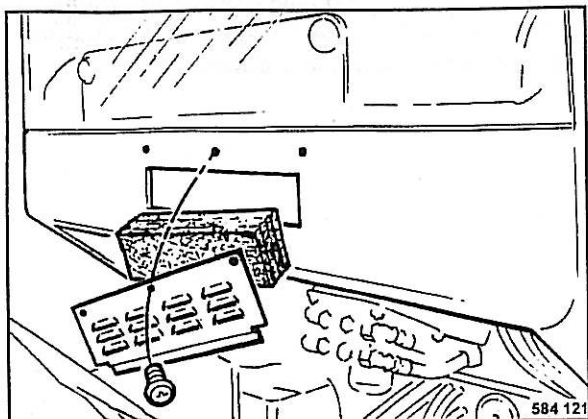

Fig. 143
- Desenroscar los tornillos de fijación de la rejilla de ventilación (Fig. 143) y retirar el filtro.